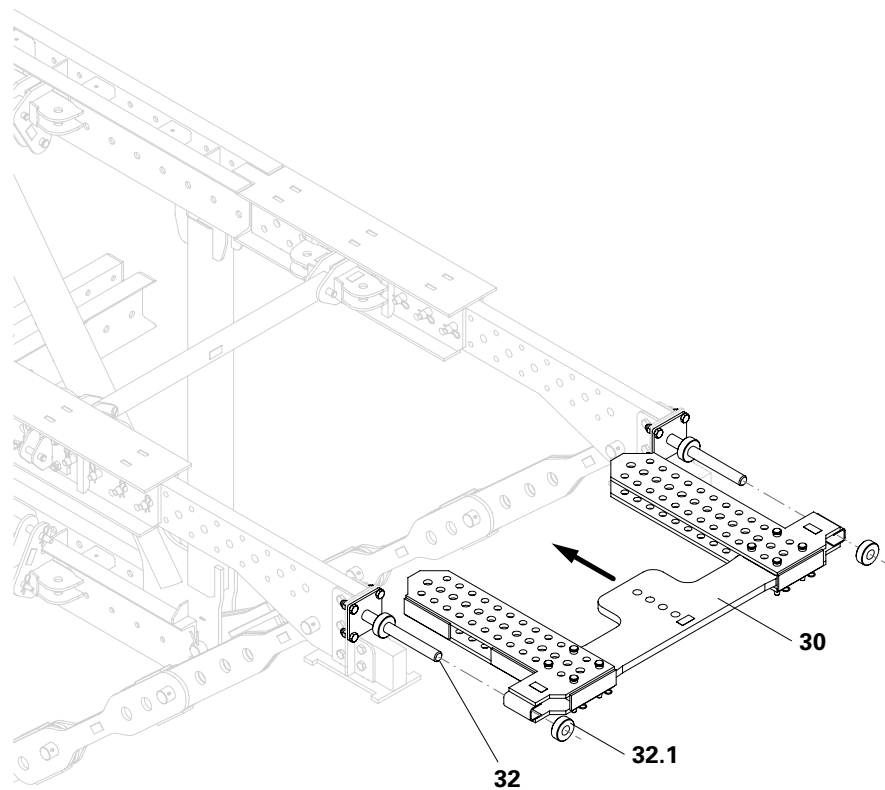

Fig. A2.11
6. Assicurare la traversa di impalcatura con i dadi (32.1). (Fig. A2.11)